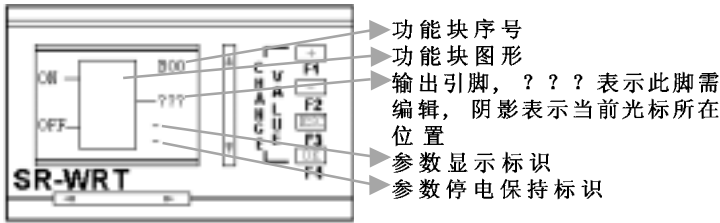
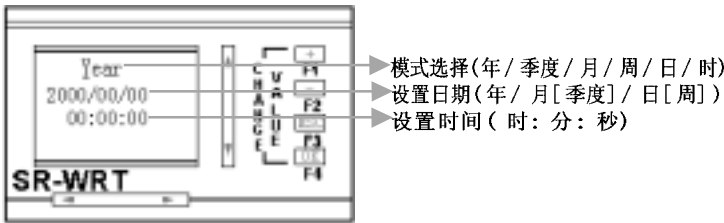

图 10.31 功能块编辑界面
图 10.32 时钟模块设置界面
1. 选择功能块:在图 10.7 界面下将“>”移动到17 SCHD 按OK键,进入图 10.8 所示界面,将“>”移到YES前,按OK键进入图 10.31 所示的功能块编辑界面:
在图 10.31 所示界面中：B00 为此功能块的序号，是编程过程中自动生成，是不可编辑的，左边的ON表示在此位置可以修改ON日期，OFF 表示在此位置可以修改 OFF 日期。
3. 选择编辑点 ON：光标仍以“■”形式出现在 M00 下，我们需要编辑 ON 时间，所以按 OK 键，将光标由“■”形式变为“\_”形式，按 LEFT 或 RIGHT 键，光标就移动到 OFF 下，按 UP 键或 DOWN 键，光标出现在 ON 下，注意此时光标以“\_”出现在 ON 下，我们按 OK 键，出现图 10.32 所示的万能时钟时间编辑界面：
在图 10.32 中，“\_”为光标，我们可以用 UP、DOWN、LEFT、
RIGHT 键选择其位置,用+、-键改变其所在点的资料或模式,我们将图 10.32 中的 Year(年模式)改为 Day(日模式),时间改为 6:30 即可,如此我们就完成了 ON 时间的设定,按 OK 键,返回图 10.31,但此时光标以“■”形式出现在 ON 的“0”上,此时我们可以用+、-键选择此点的输入,若选择了“-”,即表示次点不用。由于我们需要用,所以选择“ON”,再按 OK 键,将光标变为“\_”,再选择编辑其它点。
6. 返回图 10.7 功能块选择界面:经过以上几步,我们完成了对 B00 功能块的编辑,按 ESC 键,若所有的点都正确编辑了,则返回图 10.7 所示功能块选择界面,否则将错误点以“???”形式出现在图 10.31 所示的功能块编辑界面,并将光标以“■”形式出现在第一个?上,以待编辑;此处的错误包括以下三点:
选择并编辑 B01:经过上述步骤,再选择 17 SCHD 功能块,经过图 10.8 确认界面进入图 10.31 功能块编辑界面,与图 10.31 略不同的是 B00 变为 B01,表示当前编辑的是第二个功能块。按照同编辑 B00 的方法将 B01 的输出编辑为 M01,ON 时间编辑为 17:30,OFF 时间编辑为 21:30 完成后按 ESC 键返回图 10.7 所示。
2. 为方便用户，我们设计了循环菜单，如在图 10.31 所示，目前光标在 WRT 第二行（由于第一行，前面的步序符为 Out1，现在我们将编辑 Out8，若按 DOWN，需按八次，太麻烦，直接按 UP 键，一次就可以将 Out8 显示在 Out1 位置，进行编辑。